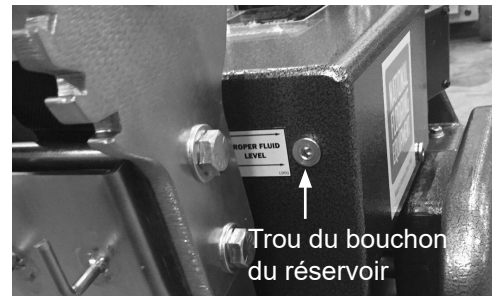

FIG. 14
- Remplacer ou ajouter du liquide selon les besoins ; vérifier le niveau de liquide s'il y a eu une fuite, un tuyau endommagé ou rompu ou un raccord desserré. Le liquide doit être au niveau du trou du bouchon à l'arrière du réservoir (Figure 14).